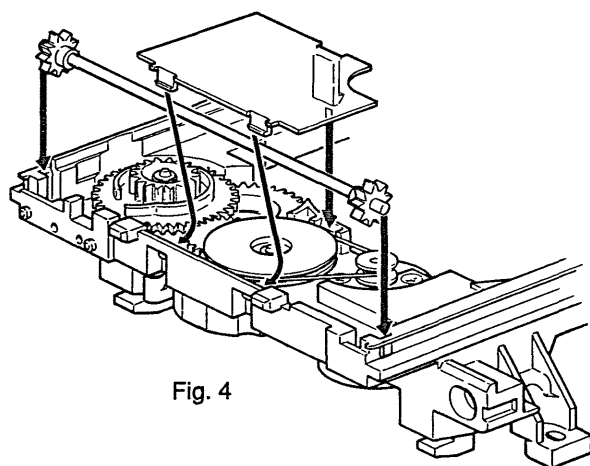

Fig. 4
f) Monte o conjunto pinhão guia e a tampa como mostrado na Fig. 4.